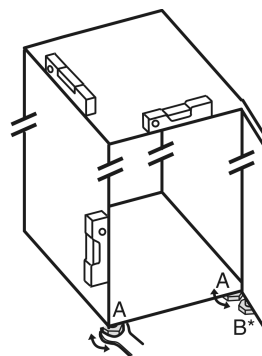

Fig. 28
- Seřizovací nožky Fig. 28 (A) vyšroubujte pomocí přiloženého vidlicového klíče a pomocí vodováhy, dokud nebude spotřebič pevně vyrovnaný.
- Seřizovací nožku Fig. 28 (B) na stojanu ložiska vytáchejte pomocí přiloženého vidlicového klíče, až dosedne na zem.
- Seřizovací nožku Fig. 28 (B) otáčejte dál o 90°.